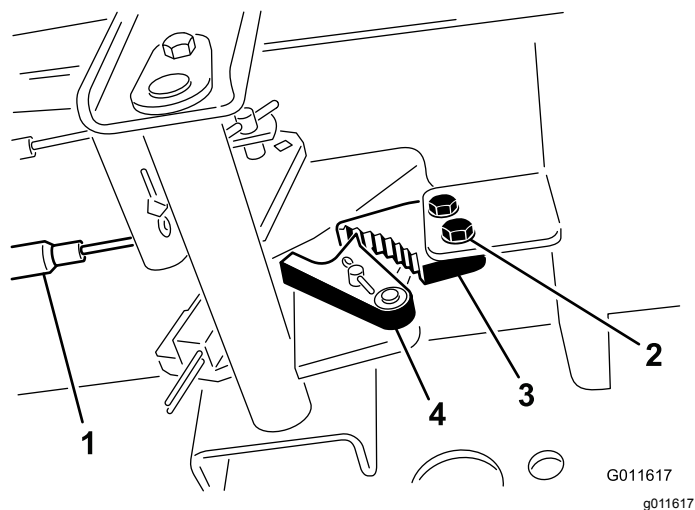

図 62
1. 駐車ブレーキのツメをフレームに固定しているねじ2本をゆるめる 図 62。
2. ブレーキのツメが戻り止めに完全に掛かるまで駐車ブレーキペダルを前に踏み込む 図 62。